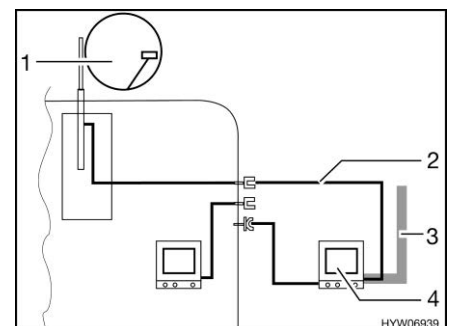

Fig. 200 TV nella tenda veranda
- TV nella tenda veranda (Fig. 200,4): Collegamento all'antenna del tetto (Fig. 200,1) con cavo di collegamento (Fig. 200,2)
- TV nella tenda veranda (Fig. 200,4): Collegamento a antenna esterna (Fig. 200,3)